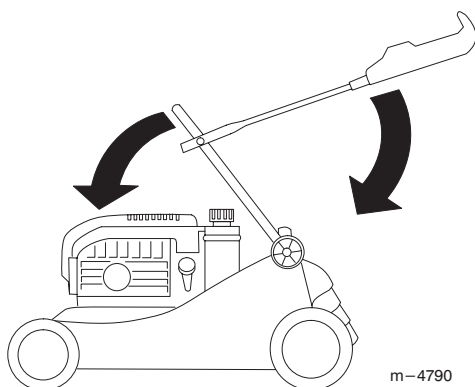

Abbildung 34
3. Den unteren Griffstangenteil vorsichtig nach vorne schwenken, bis er auf dem Motor aufliegt (Abb. 34).
- Vorsichtig den oberen Griffstangententeil nach hinten schwenken, bis er flach aufliegt (Abb. 34).